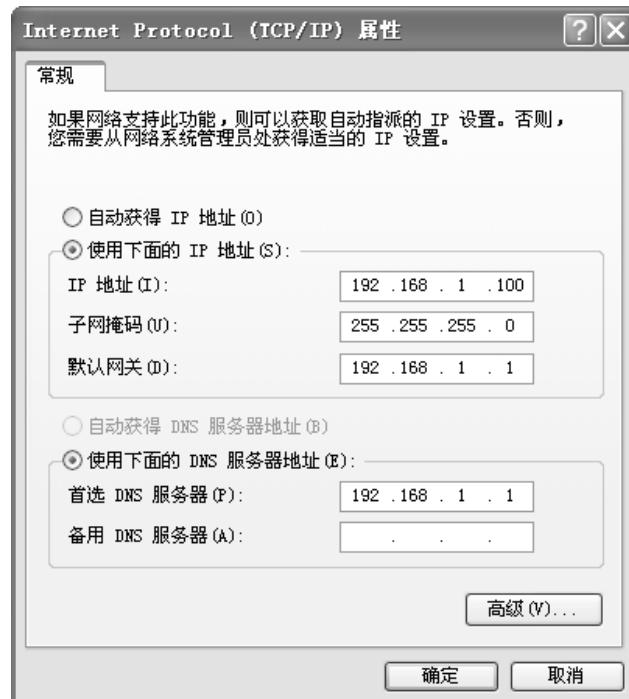

图4-1 本地连接
- 设置PC本地连接IP地址为192.168.1.X，X为2~254中任意整数，子网掩码为255.255.255.0，默认网关为192.168.1.1，如图4-1所示。